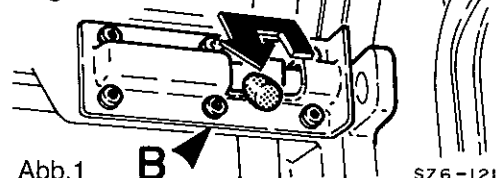

Abb.1
1. Die linken und rechten Verriegelungsstifte "B" nach Innen ziehen, dann in die Verriegelungsposition drehen, um das vordere Fenster zu entriegeln. Wenn die Verriegelungsstifte teilweise hervorstehen, könnten sie einen Schaden verursachen. (siehe Abb.1)